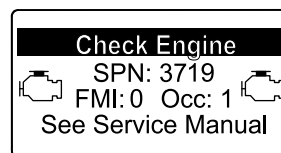

Figura 40
- Advertencia del motor SPN 3719, FMI: 0 (Figura 40)